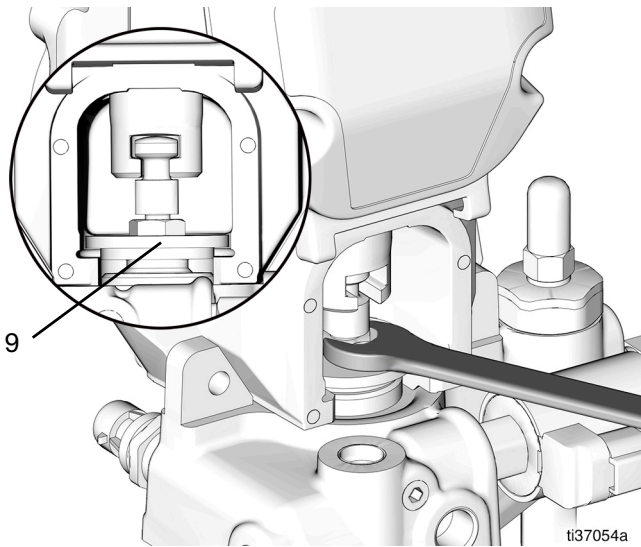

図 69
29. レンチで保持ナット (9) を締め付け (30 ft-lb/40.1 N•m のトルク)、固定します (図 69)。